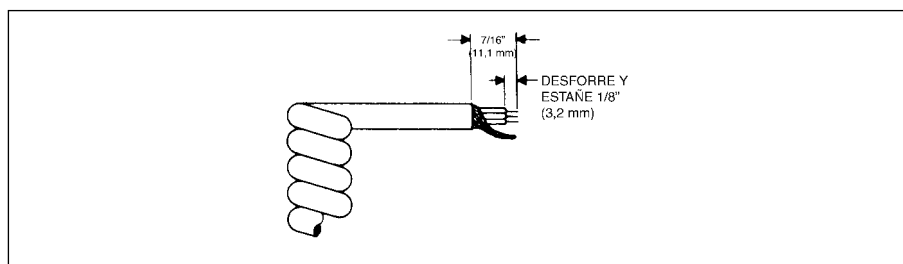

Figura 2. Preparación del cable del micrófono.
1. Corte los hilos de conexión de manera que se extiendan 11 mm (7/16") más allá de la camisa de plástico aislante del cable del micrófono (vea la figura 2).